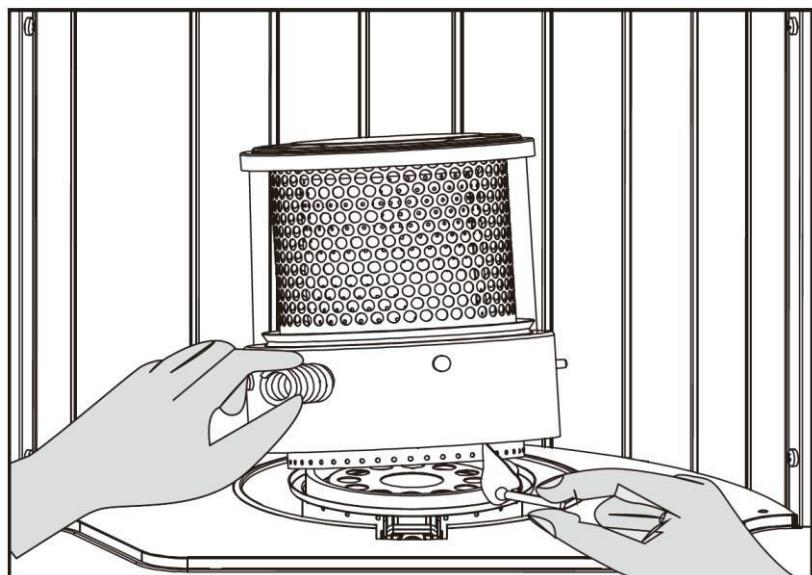

Bild 6.
3. Lyft upp veken och öppna skyddsnätet. Ta bort eldcylindern i enlighet med bild 6. Tänd veken på 2–3 ställen med en tändsticka.